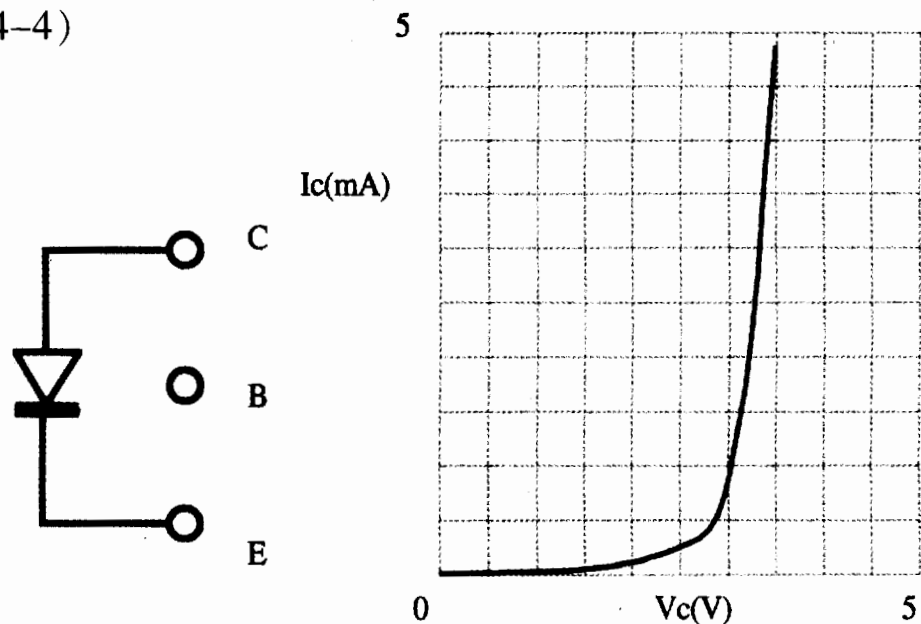

图 4-4
4.2.4 硅开关二极管 1N4148 的正向特性曲线 (如图 4-4)